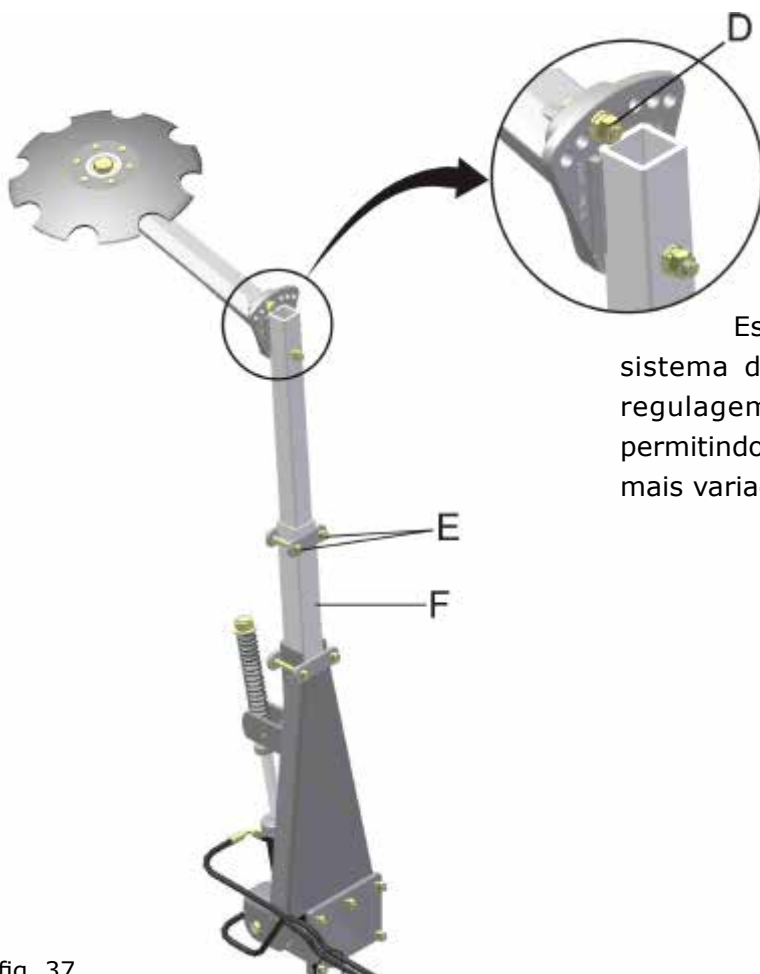

fig. 37
Os discos marcadores permitem regulagens amplas através do parafuso (D) (fig. 37).